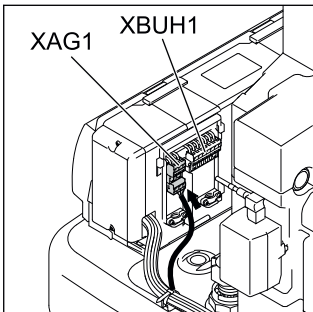
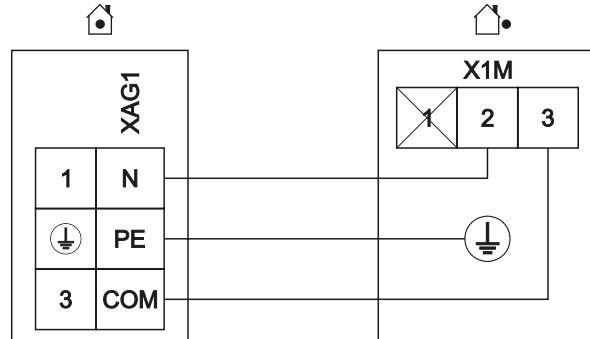

Bild 4-20 Elektrische Anschlüsse Gehäuserückseite (siehe Abschnitt 4.4.1) herstellen.
Bild 4-22 Anschluss Wärmepumpenaußengerät
- Wärmepumpenaußengerät an die Klemmleiste XAG1 (siehe Bild 4-20, Bild 4-22) anschließen.